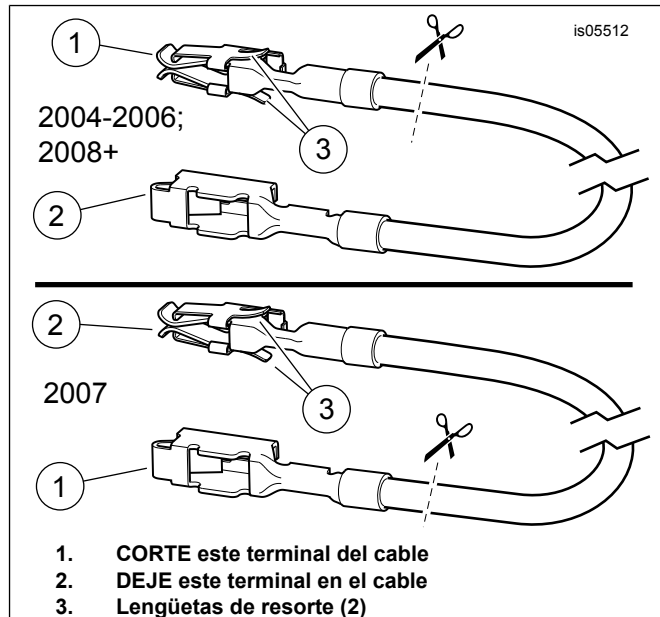

Figura 13. Cable de adaptador de bloqueo de fusibles (FL Touring)
2. Obtenga del kit el cable del adaptador del bloque de fusibles naranja/blanco (9). **Para los modelos 2004 a 2006:** Observe el terminal en cada extremo (vea Figura 13 , **vista superior**). Solamente el terminal **SIN las lengüetas de resorte** encajará dentro de la cavidad de fusibles. Cuidadosamente corte el terminal **CON** lengüetas de resorte del cable y deséchelo. **Para los modelos de 2007:** Observe el terminal en cada extremo (consulte Figura 13 , **vista inferior**). Solamente el terminal **CON las lengüetas de resorte** encajará dentro de la cavidad de fusibles. Cuidadosamente corte el terminal **SIN** lengüetas de resorte del cable y deséchelo.